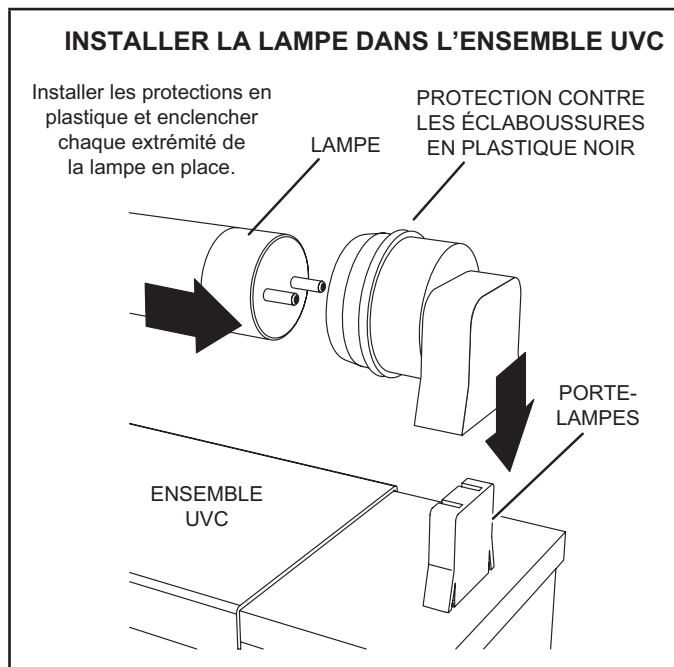

FIGURE 53
- 6 - Attendre 10 minutes avant de toucher la lampe. Ensuite, retirer avec précaution les protections contre les éclaboussures de la lampe (et la lampe pour le remplacement annuel) de chacun des supports de lampe. Voir FIGURE 53.